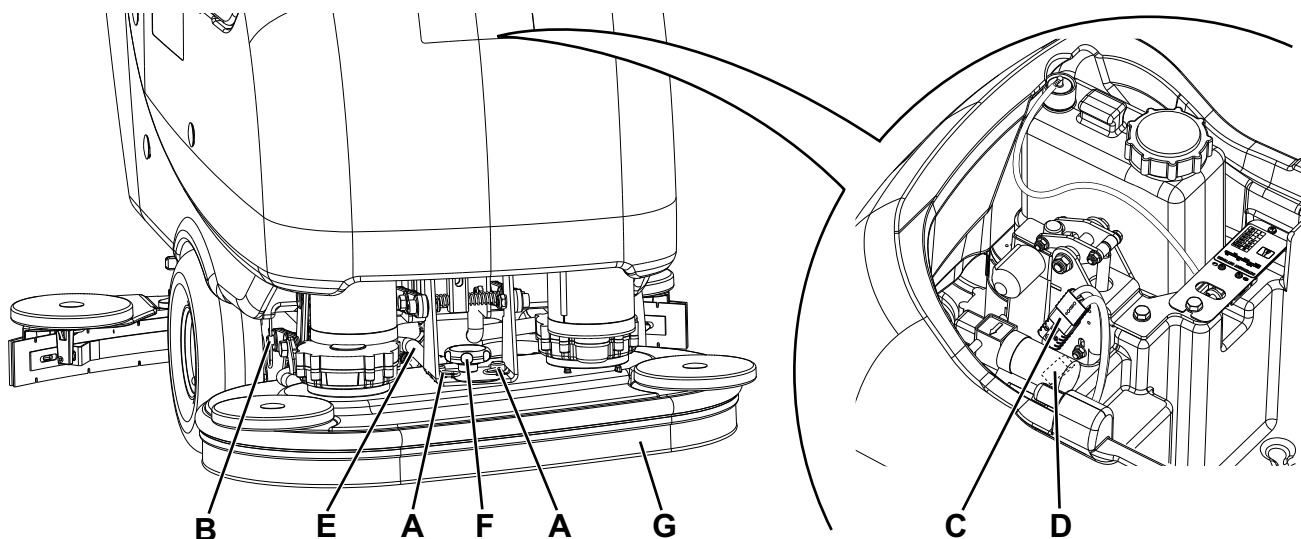

Abbildung 7
3. Zündschlüssel (80) in Stellung I drehen.
4. Schalter (71) betätigen und Bürsten-/Padhalterkopf absenken.
5. Zündschlüssel (80) in Stellung 0 drehen.
6. Sicherungstifte (A, Abb. 7) und [nur für Bürsten-/Padhalterkopf (18)] Sicherungssplint (B) entfernen.
7. Deckel (22) öffnen und sicherstellen, dass der Schmutzwassertank (21) leer ist. Gegebenenfalls mit dem Ablassrohr (16) entleeren. Den Deckel (22) schließen.
8. Um den Elektroanschluss des Bürstenkopfes zu erreichen, Tank (40) vorsichtig mit dem Griff (41) anheben.
9. Den roten Stecker (C) und (nur für Zylinderbürstenkopf) den weißen Stecker (D) trennen.
10. Das Verbindungsstück (E) von der Leitung der Reinigungslösung abnehmen.
11. Befestigungssterngriff (F) aufdrehen und Bürsten-/Padhalterkopf (G) abnehmen.